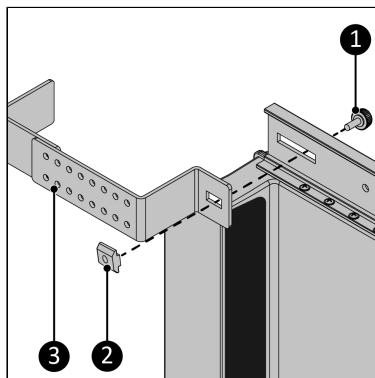

Figure 193.
7. Vissez le support (Figure 193, pos. 3) au rail principal situé à l'avant au moyen de la vis à bouton (Figure 193, pos. 1). Veillez à raccorder la vis à bouton à l'écrou coulissant (Figure 193, pos. 2).